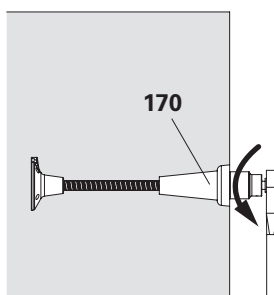

Fig. A3.26
1. Svitare il cono di ripresa M30/DW 20 (170) con una chiave a cricchetto e una bussola AF 46.
- (Fig. A3.26)